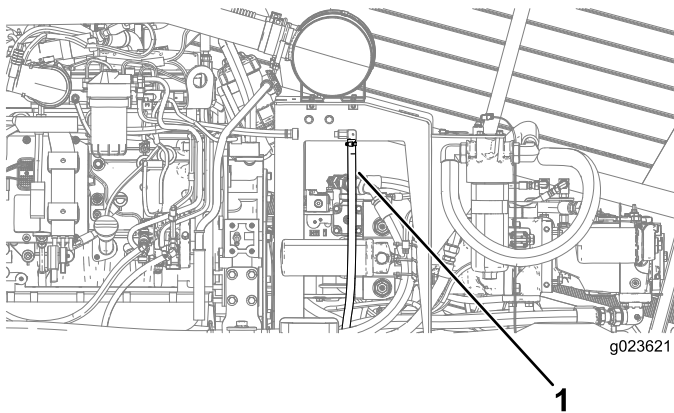

Figure 83
3. Avec précaution, tirez et déposez le tube d'évent du carter (Figure 83).
4. Nettoyez l'extrémité du tube d'évent de carter (Figure 83).